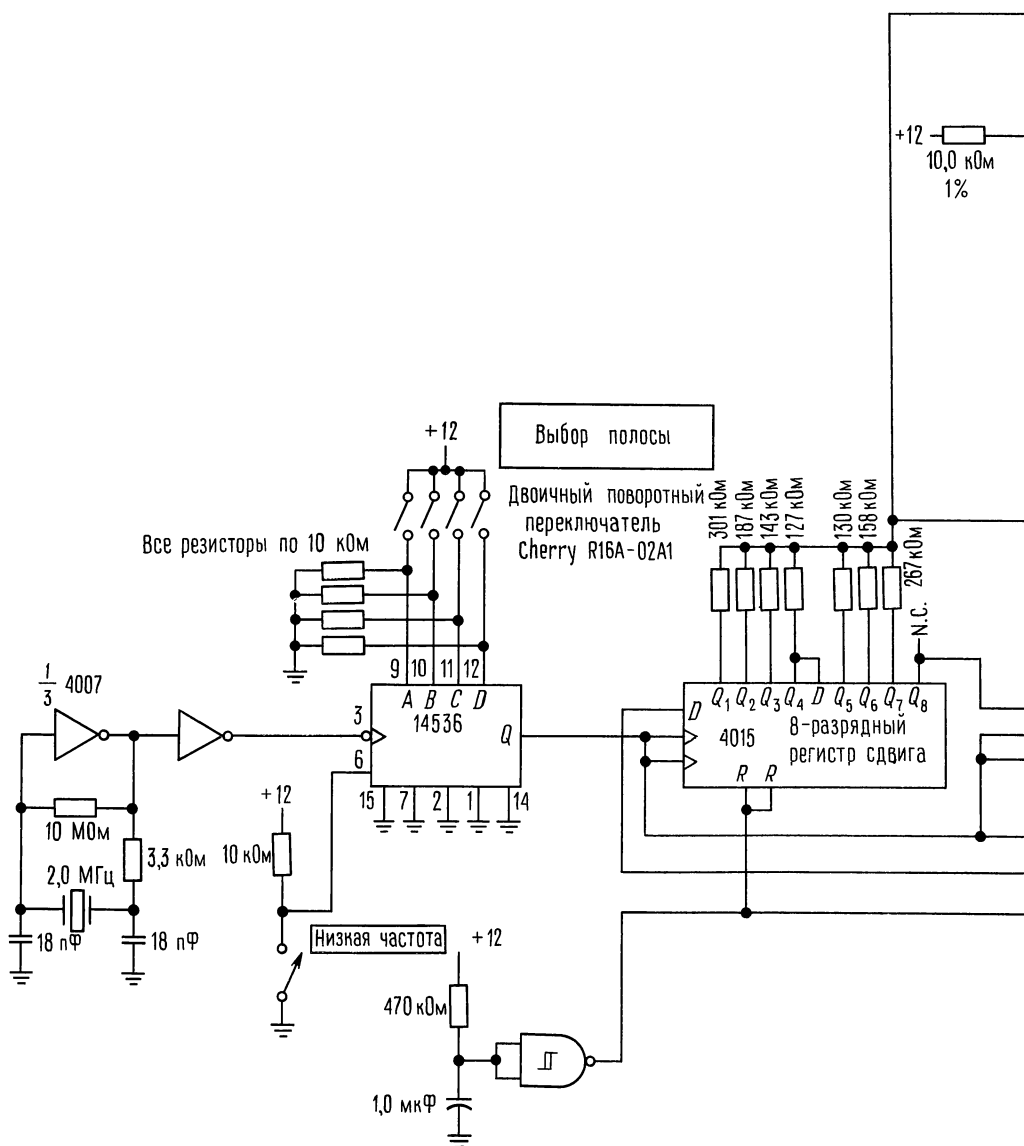

Рис. 9.90. Лабораторный генератор шума с широким частотным диапазоном.
Схема, показанная на рис. 9.90, генерирует псевдослучайный аналоговый шум, полосу которого можно менять с использованием рассмотренного способа в огромном диапазоне. Сигнал кварцевого генератора с частотой 2,0 МГц поступает на 24-разрядный программируемый делитель 14536, который формирует тактовую частоту от 1,0 МГц до 0,12 Гц с коэффициентом деления кратным 2. 32-разрядный регистр сдвига охвачен обратной связью от 31- и 18-го разрядов и генерирует последовательность максимальной длины с миллиардом состояний (на максимальной тактовой частоте полный цикл регистра проходит за полчаса). Здесь мы использовали взвешенное суммирование с функцией $(\sin x)/x$ на 32 последовательных разрядах последовательности. Элементы Y_1 и Y_2 усиливают инвертированные и неинвертированные выходы соответственно и запускают дифференциальный усилитель Y_3 . Коэффициенты усиления выбираются таким образом, чтобы сформировать на 50-омной нагрузке напряжение 1,0 В ср. кв. без постоянной составляющей (2,0 В ср. кв. на холостом ходу). Обратите внимание на то, что эта амплитуда шума не зависит от тактовой частоты, т.е. от общей полосы. Такой цифровой фильтр имеет частоту среза на $0,05 f_{\text{такт}}$ и формирует спектр белого шума от полосы постоянный ток $\div 50$ кГц (максимальная тактовая частота) до полосы постоянный ток $\div 0,006$ Гц (минимальная тактовая частота) на 24 диапазонах. Схема вырабатывает выходной сигнал от +1,0 до -1,0 В.
(1) Постройте схему для обнаружения кратковременного пропадания напряжения питания +5 В. Схема должна иметь кнопку СБРОС и светодиод для индикации НЕПРЕРЫВНОГО ПИТАНИЯ. Сделайте так, чтобы она работала от напряжения +5 В.
(2) Почему нельзя построить 2n-разрядный ЦАП с помощью двух n-разрядных ЦАП и пропорционального суммирования их выходов ($ВЫХ_1 + ВЫХ_2/2^n$)?
(3) Убедитесь в том, что максимальное значение сигнала на выходе псевдослучайного генератора шума на рис. 9.90 равно $\pm 8,68$ В.
(4) Эксперимент осуществляется под управлением программируемого вычислителя, соединенного с различными исполнительными и измерительными приборами. Вычислитель дает приращение различным переменным, находящимся под его управлением (например, длине волны излучения, поступающего от монохроматора), и обрабатывает результаты соответствующих измерений (например, количество переданного света, скорректированное с учетом известной чувствительности детектора). В результате образуются пары значений x, y . Задача состоит в том, чтобы спроектировать схему для вычерчивания графика на аналоговом графопостроителе.